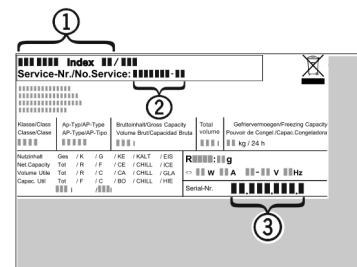

Fig. 35
- Прочетете от идентификационната табелка описание на уреда Fig. 35 (1), сервисния № Fig. 35 (2) и серийния № Fig. 35 (3). Идентификационната табелка се намира на лявата вътрешна стена на уреда.
- Обадете се на сервисната служба и посочете неизправността, описание на уреда Fig. 35 (1), сервисния № Fig. 35 (2) и серийния № Fig. 35 (3).